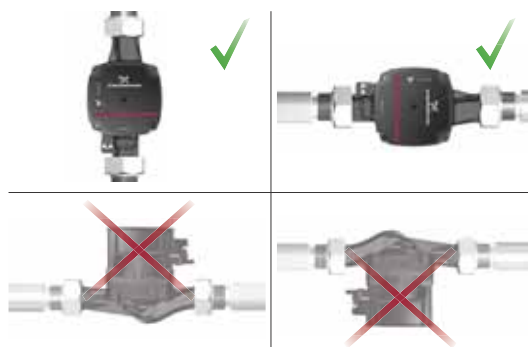

Fig. 4 Posições do circulador
Instale sempre o circulador com o veio do motor na horizontal. Não instale o circulador com o veio do motor na vertical. Consulte a fig. 4, em baixo.
- Circulador instalado corretamente numa tubagem vertical. Consulte a fig. 4, em cima à esquerda.
- Circulador instalado corretamente numa tubagem horizontal. Consulte a fig. 4, em cima à direita.